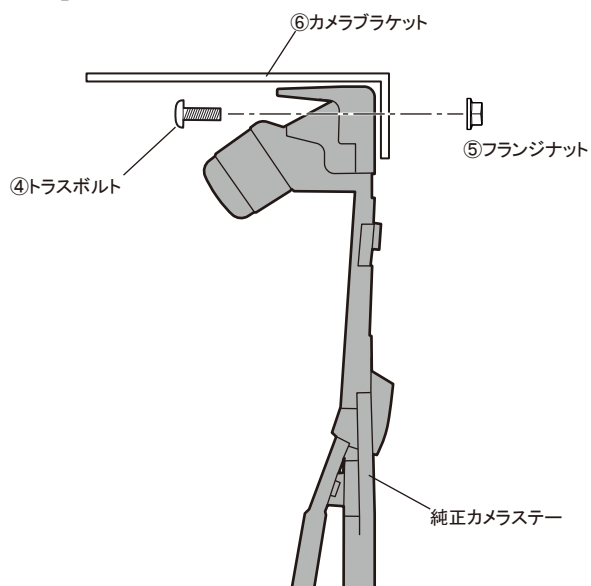

図8 カメラステー取付け
8. 図8を参照し、⑥カメラブラケットの両面テープ貼り付け面を洗浄脱脂し、①フロントグリル裏面の両面テープ離型紙を剥がし、純正ビスを使用してカメラステー下側2箇所をラジエターグリルレインフォースメントに仮留めし、カメラの位置を確認した後、両面テープを⑥カメラブラケットに圧着し、純正ネジを本締めします。